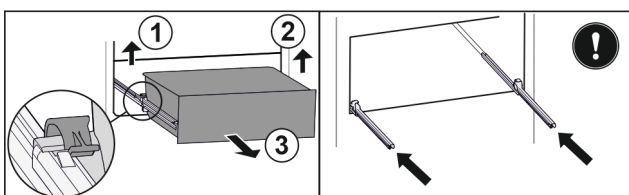

Fig. 69
- ▶ Nadvihnite ľavú svorku a súčasne ťahajte zásuvku vľavo dopredu. Fig. 69 (1)
- ▶ Nadvihnite pravú svorku a súčasne ťahajte zásuvku vpravo dopredu. Fig. 69 (2)
- ▶ Odoberte zásuvku dopredu. Fig. 69 (3)